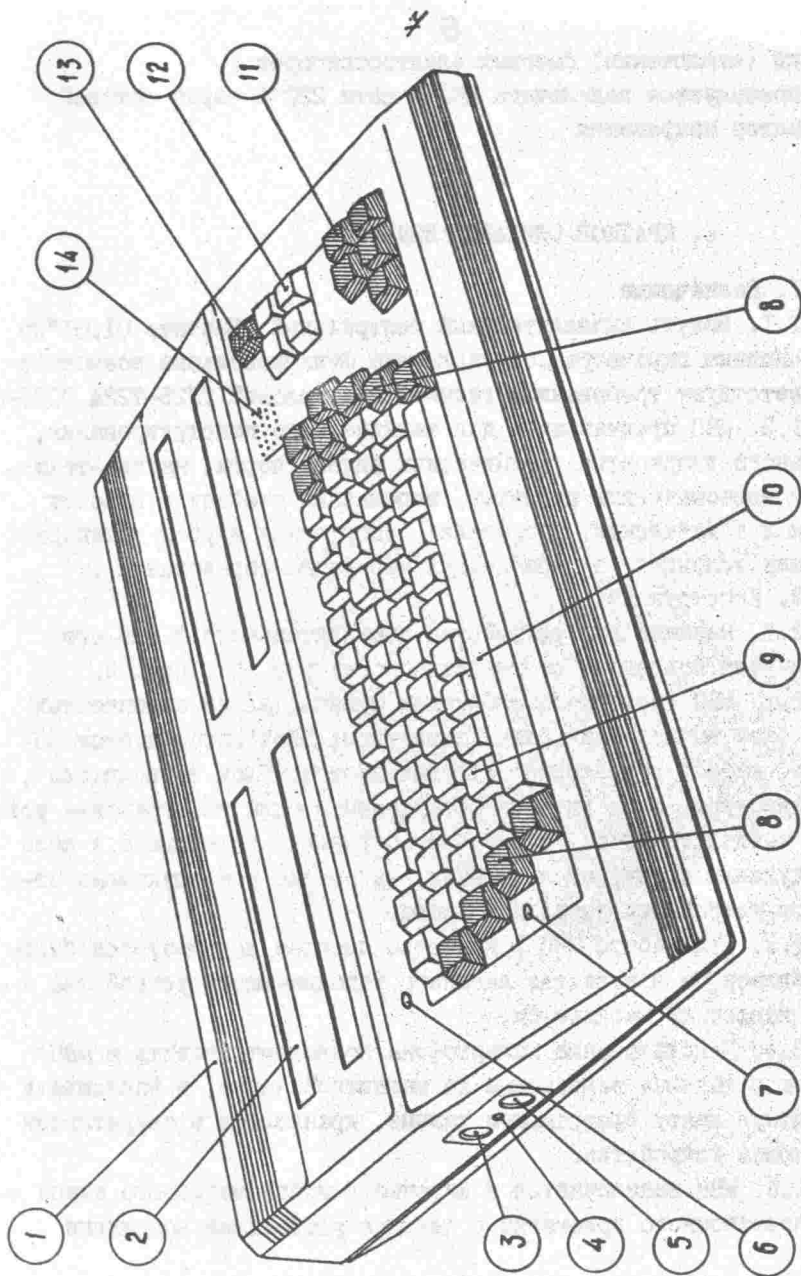
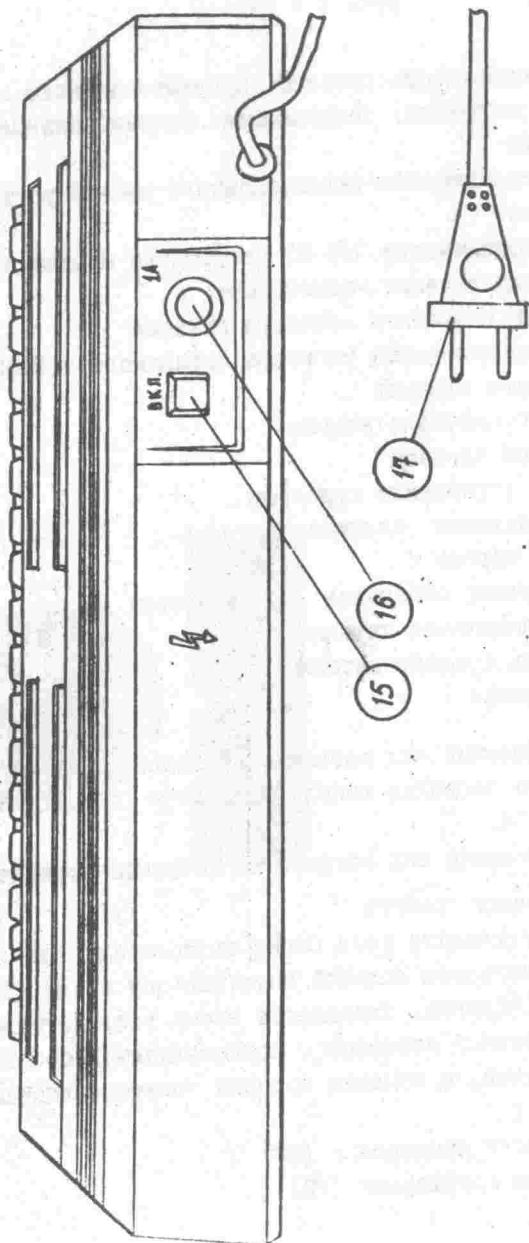

Рис. 1
Рис. 2
5.2.1. Внешний вид устройства вычислительного и вид его задней панели приведены соответственно на рис. 1 и рис. 2.
рис. 1 и рис. 2